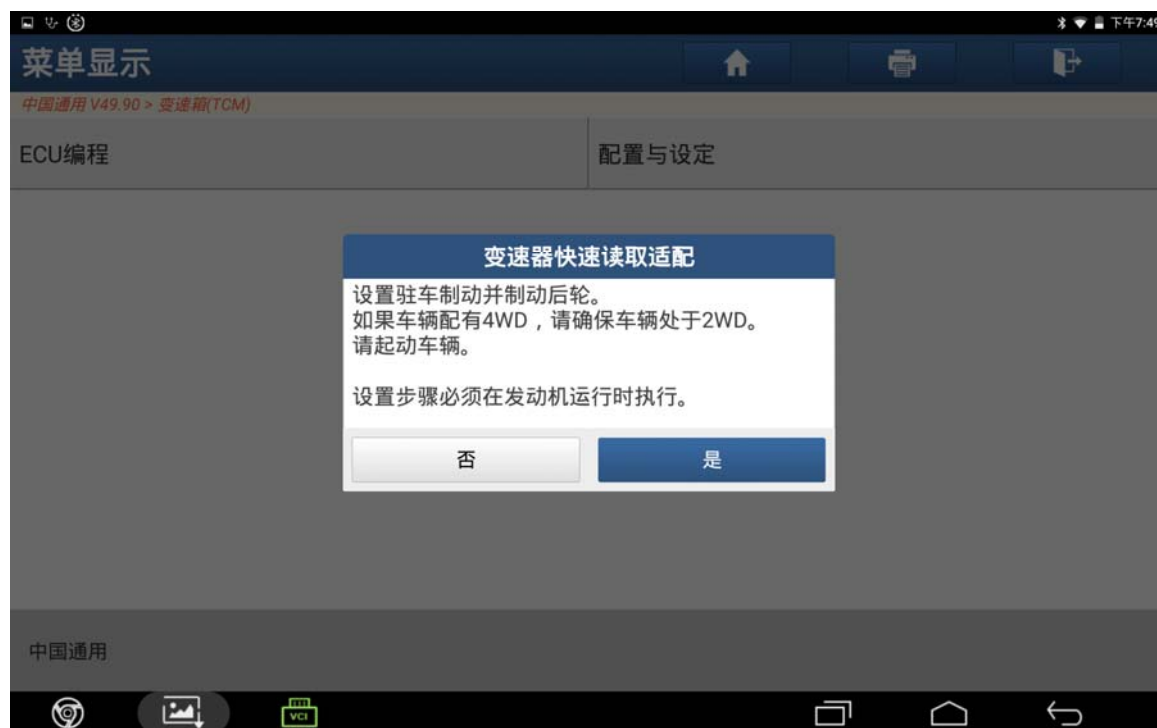

图 24
24). 启动发动机设置驻车制动，四驱切换为两驱，点击“是”，关闭点火，如图 24；